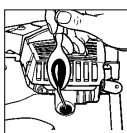

Abb. 22
5. Geben Sie 1 Teelöffel sauberes 2-Takt-Öl in die Verbrennungskammer. Ziehen Sie mehrere Male langsam an der Starterleine, um die internen Komponenten zu beschichten. Setzen Sie die Zündkerze wieder ein (Abb. 22).